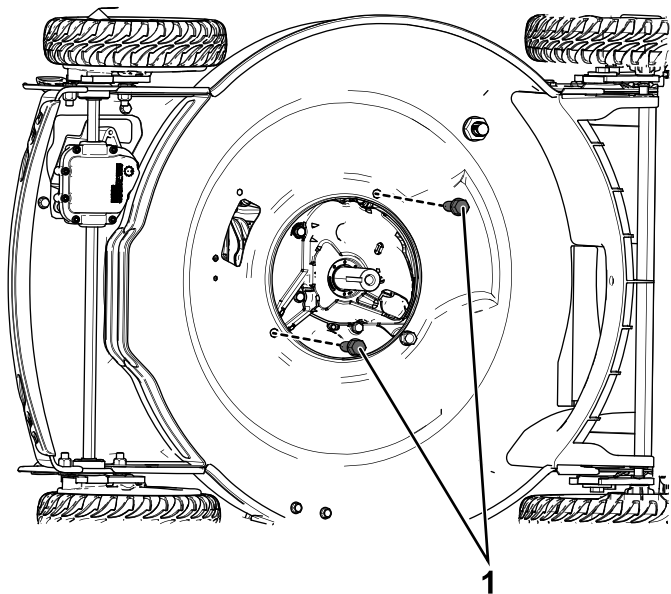

Рисунок 7
1. Установите два болта крепления двигателя (3/8 x 1 дюйм) и затяните их с моментом 400 фунт-дюймов (Рисунок 7).